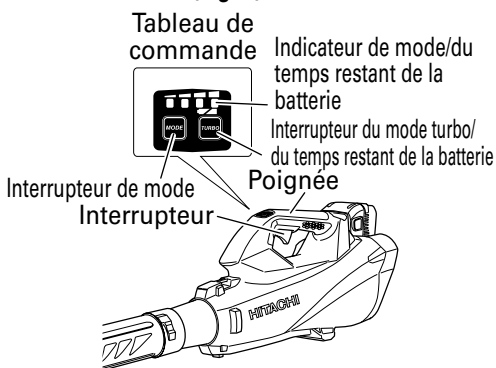

Fig. 3
- **Interrupteur de mode et indicateur de charge de la batterie (Fig. 3)**